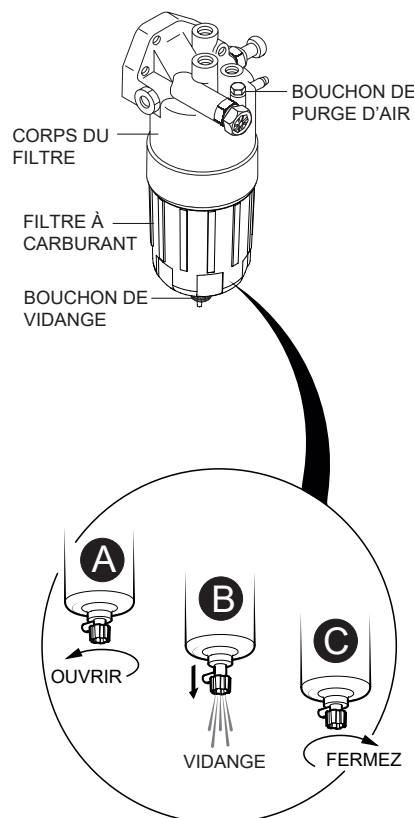

Figure 63. Vidange du filtre à carburant
1. Desserrez le **bouchon de purge d'air** (Figure 63) sur le corps du filtre à carburant.